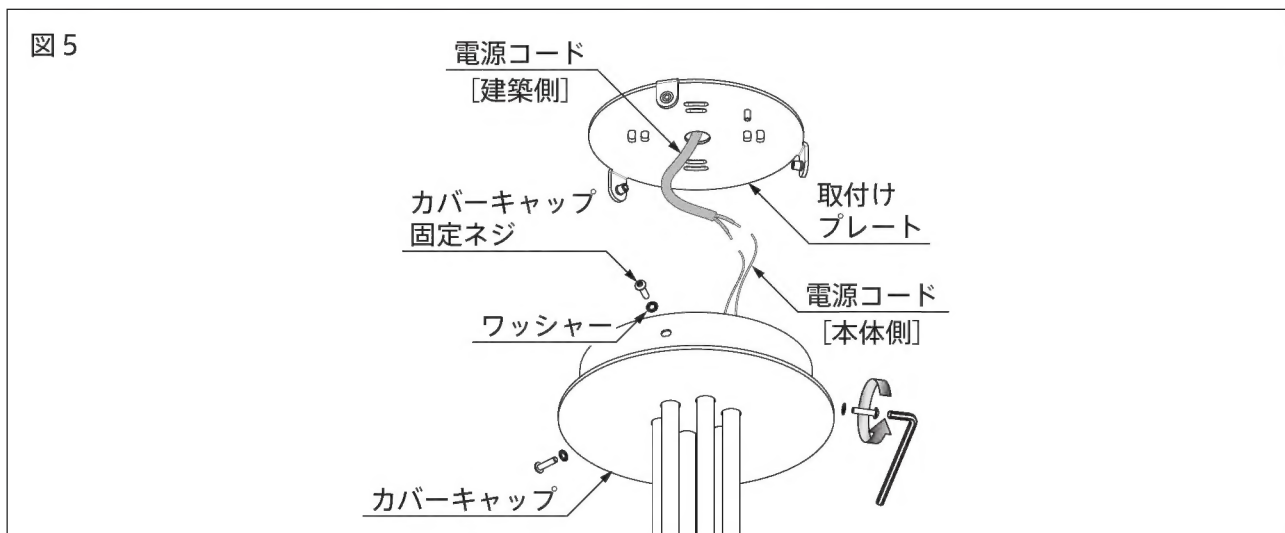

図 6
8. ソケットに電球を取付けます。（図6）
9. 下部シェードカバーに上部シェードカバーをのせます。（図6）